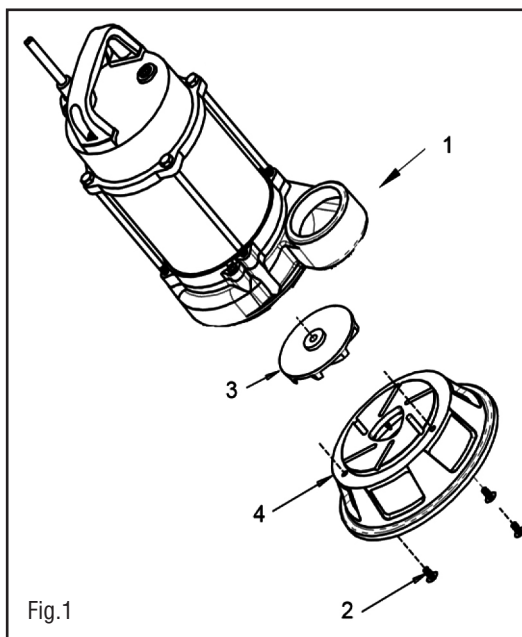

Fig.1
2. Soulevez ensemble le moteur et la plaque d'étanchéité à la verticale de la volute (n° 1). Voir la figure 1.
10. Rebranchez les fils du moteur de la façon décrite à la figure 1.